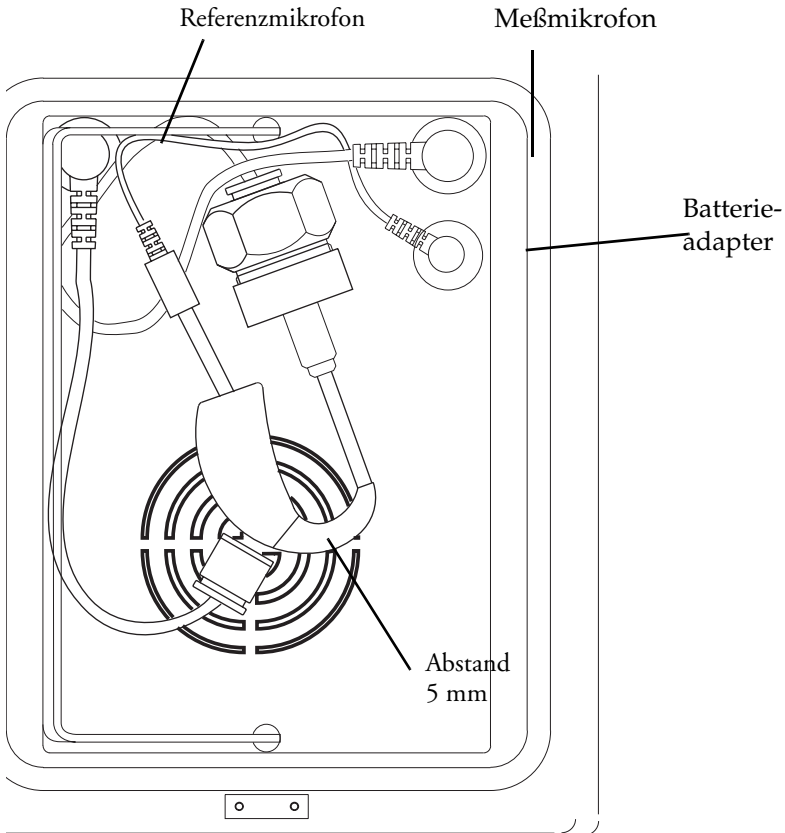

Abbildung 6 Ein Beispiel, wie der Kuppler und das Hörgerät in der Meßbox angeordnet werden.
4. Legen Sie das Referenzmikrofon auf das Schaumstoffkissen in einem Abstand von ca. 5 bis zum Hörgerätemikrofon, wie Abbildung 6 zeigt.